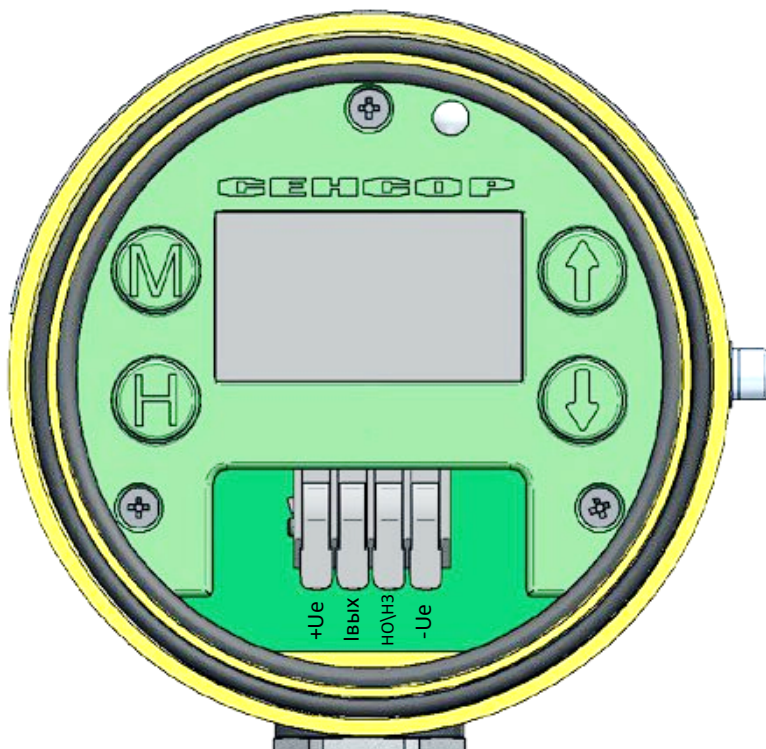
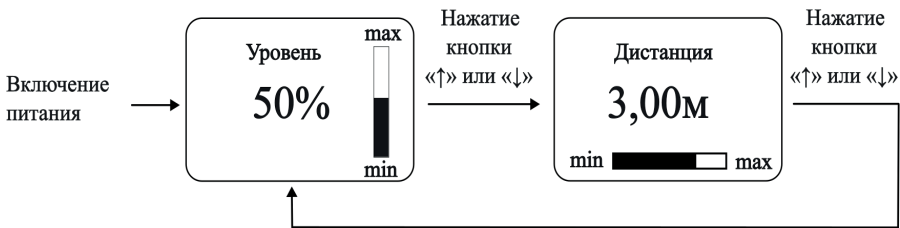

Рисунок 2 – Вид датчика изнутри
Рисунок 13 - Основное меню, отображение уровня заполнения или дистанции до материала
3.1.2 Кнопками «М», «Н», «↑» и «↓» (Рис. 2) происходит выбор режима работы датчика, калибровка, переключение режима отображения показаний.
Датчики имеют OLED-индикатор, расположенный под крышкой датчика (Рис. 2), который выводит информацию о уровне заполнения ёмкости или о расстоянии от датчика до материала (Рис. 13).